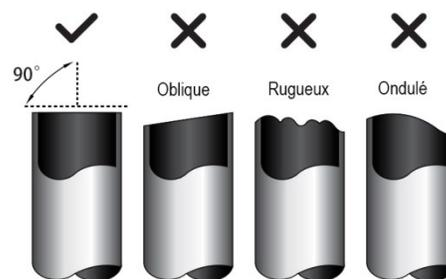

Fig. 7.1
1. Assurez-vous que le tuyau est coupé à un angle parfait de 90°. Reportez-vous à la Fig. 7.1 pour des exemples de coupes incorrectes.